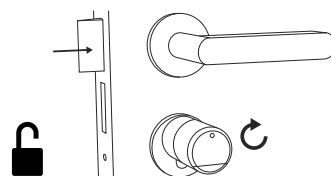
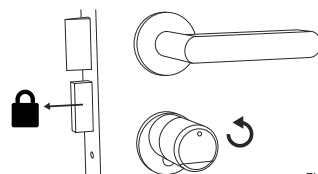

Fig. 9
Fig. 10
- 3 Si la combinaison de chiffres saisie est correcte, l'icône d'état du cylindre (🔒) s'allume et la porte peut être déverrouillée (Fig. 9) ou verrouillée (Fig. 10).